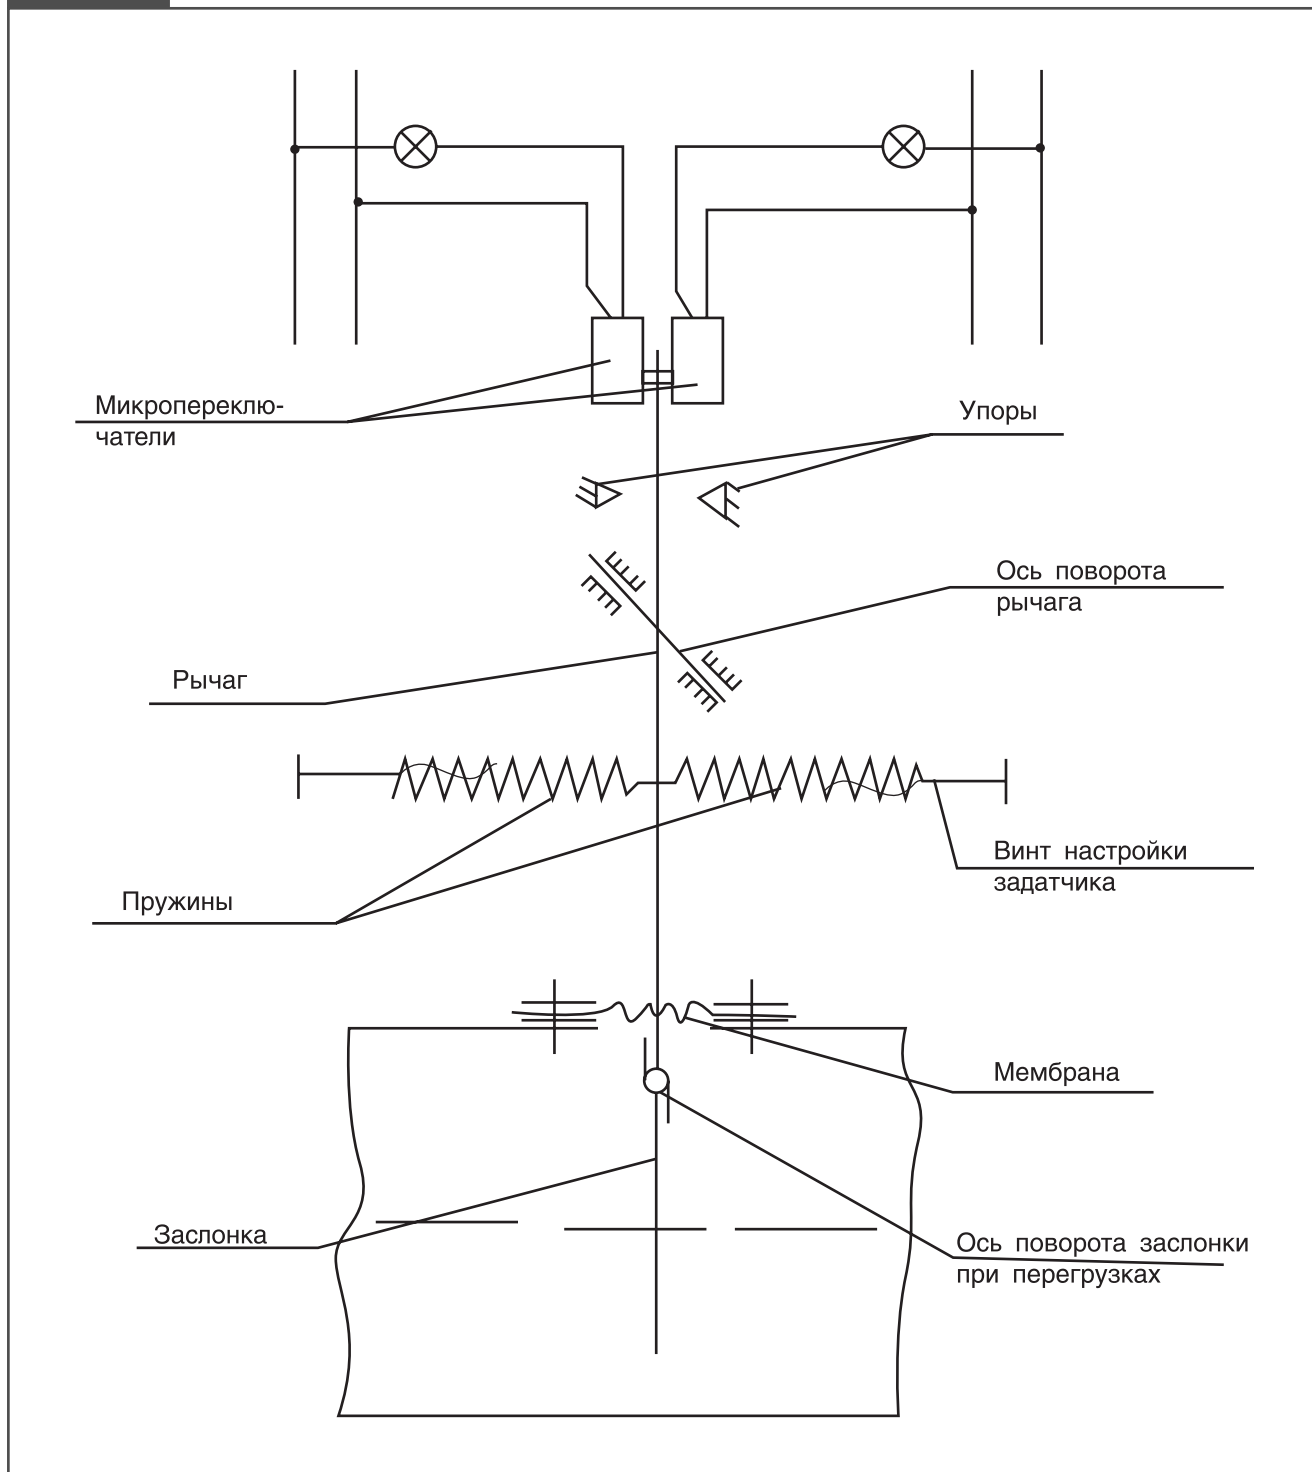

Рисунок 2
- Датчики-реле выпускаются настроенными на максимальную уставку, цепь выводов 1-2 разомкнута, цепь выводов 3-4 замкнута (см. рисунок 2).
- Потребитель может произвести настройку датчика-реле тарировочными грузиками, пользуясь графиком (рисунок 2).